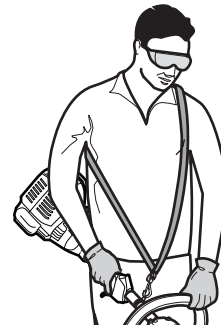

Fig. 8
1. Pase la correa de hombro sobre la cabeza del operador y sobre el hombro izquierdo (Fig. 8).
3. Pase la correa de hombro sobre la cabeza del operador y sobre el hombro izquierdo (Fig. 8).